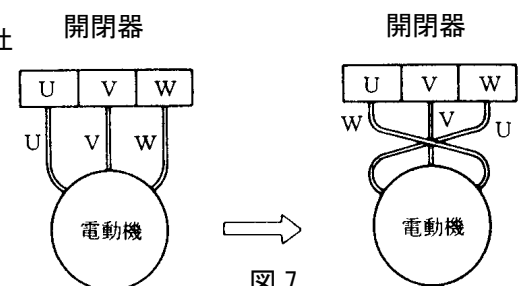

図7
- (1) スイッチを1~2回入れたり切ったりして始動に異常のないことをご確認ください。
(2) 次に回転方向を確認してください。ポンプを運転し、吐出し量が少なく異常音を発する場合は逆回転ですから、三相のうち二相を入れ替えてください。（図7参照）